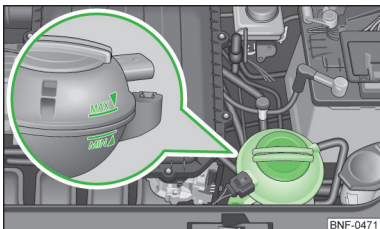

Fig. 102
Denumirea lichidului de răcire este menționată pe vasul de expansiune pentru lichidul de răcire » fig. 102 la pagina 114.
- Nu adăugați lichid de răcire peste marcajul **MAX** » fig. 102 la pagina 114.
Vasul de expansiune a lichidului de răcire » fig. 102
➤ Verificați nivelul lichidului de răcire la vasul de expansiune a lichidului » fig. 102.
Când motorul este cald, rezultatul verificării poate fi inexact. Nivelul se poate afla chiar și peste marcajul „MAX” » fig. 102.